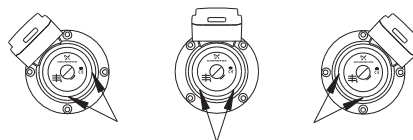

Рис. 5 Расположение клеммной коробки у одинарных насосов
В нижней части корпуса статора имеются два дренажных отверстия (5 x 10 мм) для слива образующегося конденсата. Эти отверстия должны быть направлены вертикально вниз. См. стрелки на рис. 5. Отверстия для удаления воздуха из корпуса статора нельзя использовать как сливные отверстия.
Возможные положения клеммной коробки одинарных насосов показаны на рис. 5. Эти положения возможны при установке насосов как на вертикальных, так и на горизонтальных трубопроводах.
**Клеммную коробку можно поворачивать только так, как показано на рис. 5.**